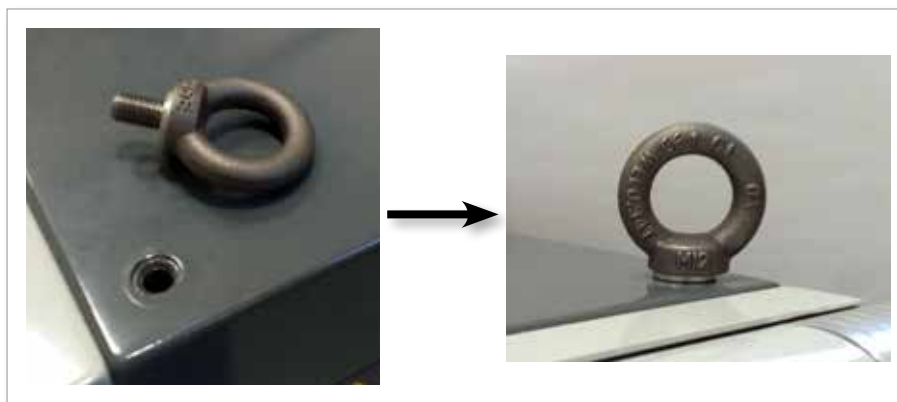

Figure 3-10 Instalar olhais e anilhas
6. Monte os olhais e anilhas e instale nos orifícios na parte superior do controlador E-Multi. Consulte Figure 3-10.